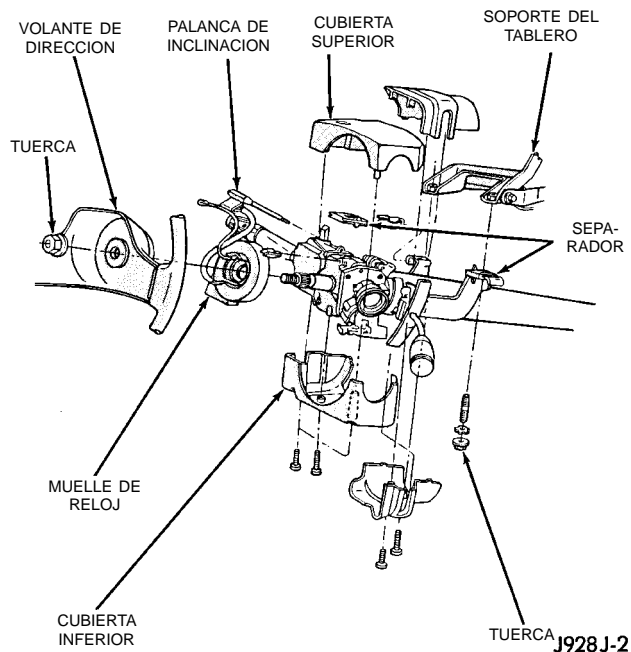
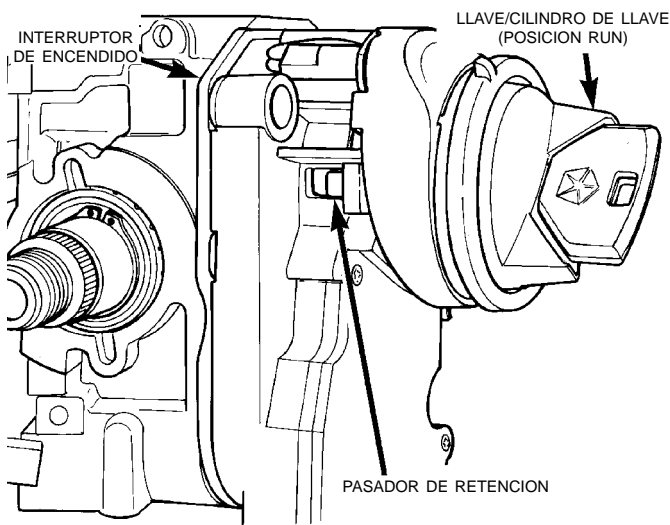

Fig. 43 Desmontaje/Instalación de las cubiertas—Característico
Fig. 44 Pasador de retención
(1) Desconecte el cable negativo de la batería.
(2) Si el vehículo tiene una columna inclinable, retire la palanca de inclinación girándola en sentido contrario a las agujas del reloj.
(3) Retire las cubiertas superior e inferior de la columna de dirección (Fig. 43).
(4) Si está equipado con transmisión automática, coloque la palanca en posición PARK.
(5) Localizado a un lado del conjunto de cilindro de llave se encuentra un pasador de retención (Fig. 44).